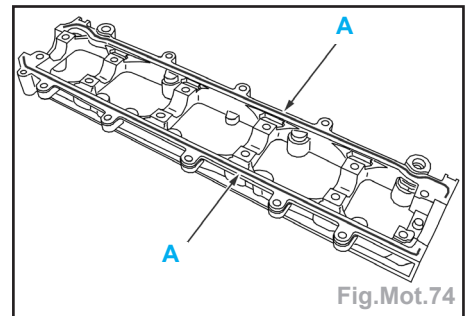

Fig.Mot.74
- Déposer un cordon de pâte à joint **SILICONE CATEGORIE (AUTOJOINT OR)** en (**A**) sur le pourtour des plans de joints (Fig.Mot.74).